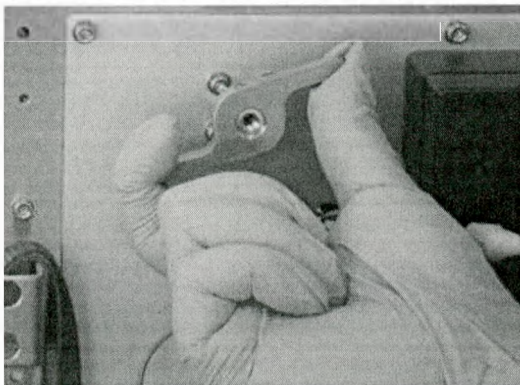

Рисунок 3-6. Отвинтите крышку держателя фильтра
- в) Открутите крышку держателя фильтра (см. рис. 3-6).